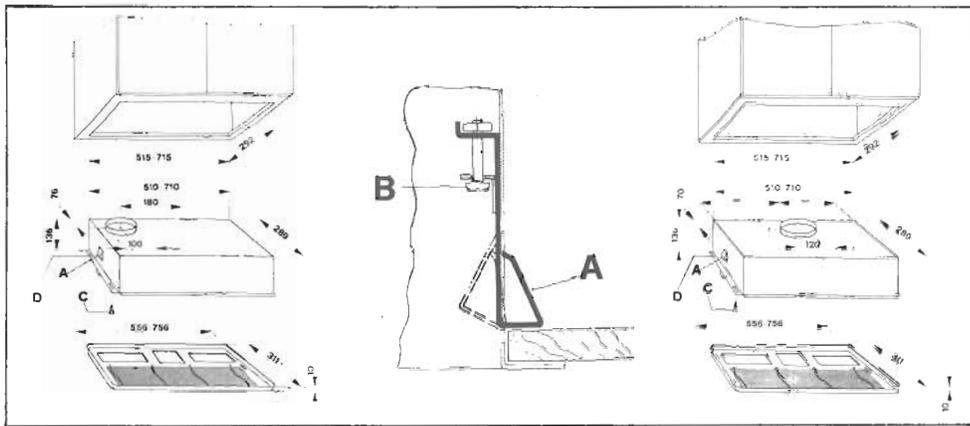

Fig. 4
- cet appareil est conçu pour être encastré dans un meuble ou un autre support. L'ouverture devant être pratiquée dans le fond de l'élément doit avoir les dimensions indiquées à la Fig. 4.
- b) insérer le groupe dans l'ouverture en faisant chevaucher par les ressorts de fixation "A" (Fig. 4) l'épaisseur du support.
Ceci permet une fixation solide; si vous l'estimez néanmoins nécessaire, vous pouvez mieux fixer l'appareil à l'élément à l'aide des 4 vis C fournies introduites dans les 4 trous "D" (Fig. 4).